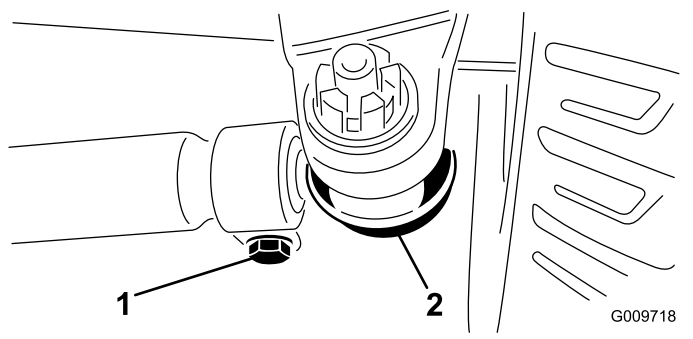

図 44
2. 調整が必要な場合は、タイロッドのボールジョイントのコッターピンとナットを外す(図 44)。次に、タイロッドのボールジョイントをアクスルケースのサポートから外す。
3. タイロッド両側のクランプをゆるめる 図 44。